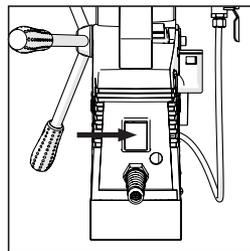

Fig. 4
- Active el interruptor basculante de la caja de interruptores de la máquina para activar el imán. (Fig. 4)